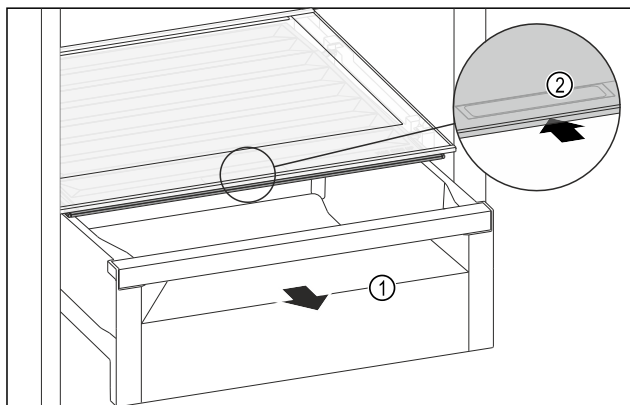

Fig. 82
- ▶ Wyciągnąć szufladę Fig. 82 (1).
- ▶ Chwycić uchwyt wpuszczany Fig. 82 (2) na pokrywie komory i przesunąć pokrywę jednocześnie do tyłu.